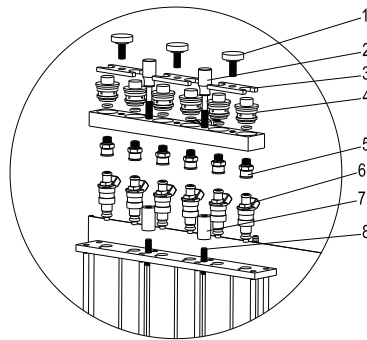

Abb. 05
- Wählen Sie den Kraftstoffverteiler-Stopper (4) aus dem Anschlusskasten und montieren Sie einen passenden O-Ring darauf. Denken Sie daran, etwas Schmierfett auf den O-Ring aufzutragen. Montieren Sie den Kraftstoffverteiler-Stopper (4) auf den oberen Kraftstoffverteiler.
- Montieren Sie die Halbmondplatte (3) und ziehen Sie sie mit einer Plattenschraube (1) fest.
- Wählen Sie einen geeigneten Adapter (5) entsprechend dem Typ der Einspritzdüsen und montieren Sie ihn an die entsprechende Kupplung unter dem oberen Kraftstoffverteiler.
- Montieren Sie den oberen Kraftstoffverteiler und die Einspritzdüse an der Halterung des Kraftstoffverteilers mit den entsprechenden Stellschrauben und Rändelmutter. Ziehen Sie die beiden Riffelschrauben (schwarz) fest. (siehe Abb. 05)